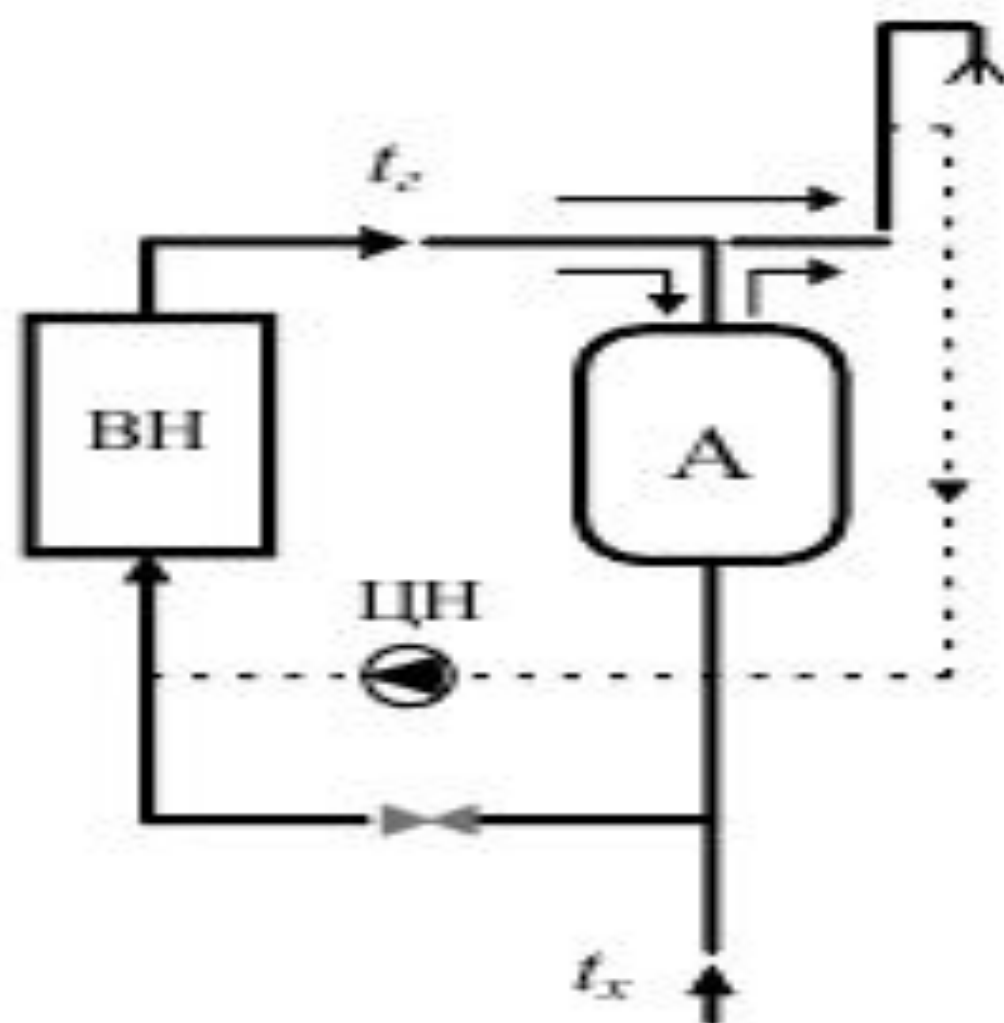

Рис. 1.5.
- Очевидно, что при схеме системы по **рис.1.5** возможны режимы работы: